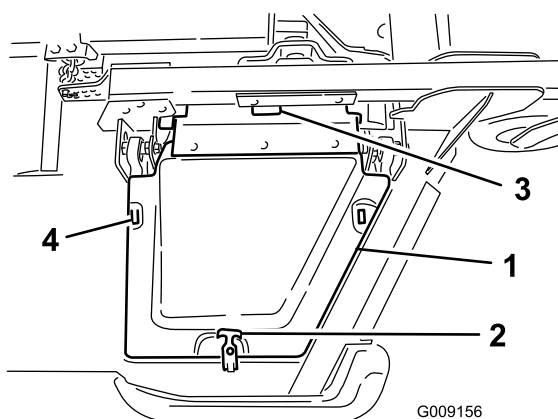

Figura 6
8. Instale la cubierta de la carcasa del ala y sujétela con el cierre de goma (**Figura 6**).